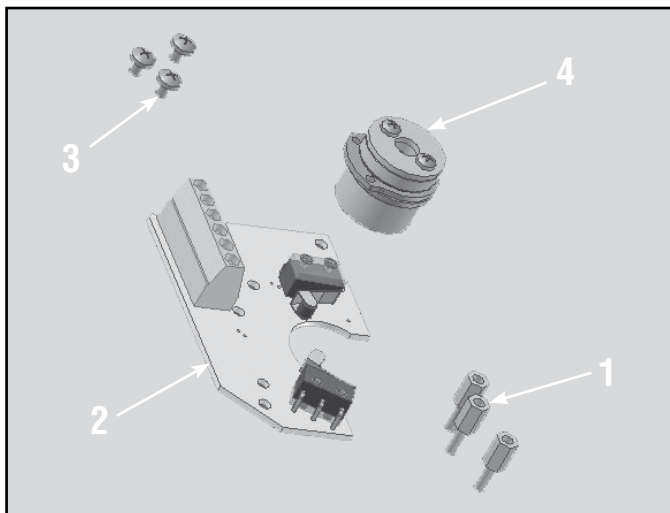

Abb. 7: Endschalter
11.3 Installation (Abbildung 7)
1. Lösen Sie die zwei Schrauben auf der Fahnenbaugruppe (4), Abbildung 7
6. Schrauben Sie die zwei Schrauben wieder fest (4), Abbildung 7